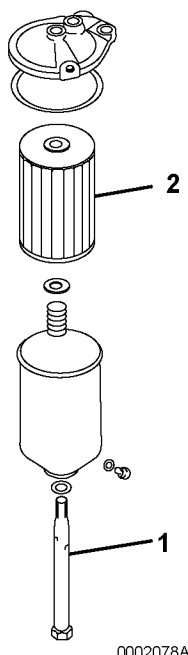

Figure 1
2. Retirez le boulon de centrage (**Figure 1, (1)**) au fond du filtre et retirez l'élément de filtre (**Figure 1, (2)**).
3. Remplacez l'élément par un nouveau et serrez le boulon de centrage (Figure 1, (1)).